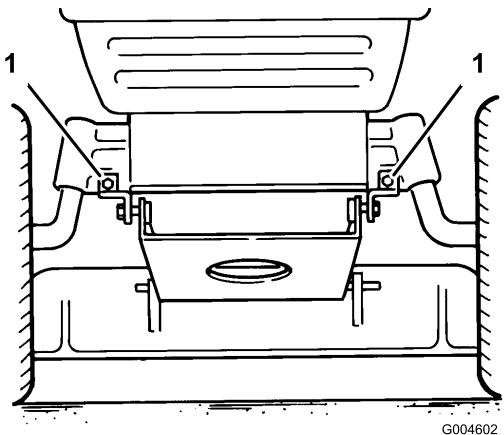

Figura 41
14. Baje los dos soportes pivotantes del cortacésped del eje delantero (Figura 41).
11. Instale los soportes de montaje del cortacésped al eje delantero con pernos y contratuerca (Figura 41).